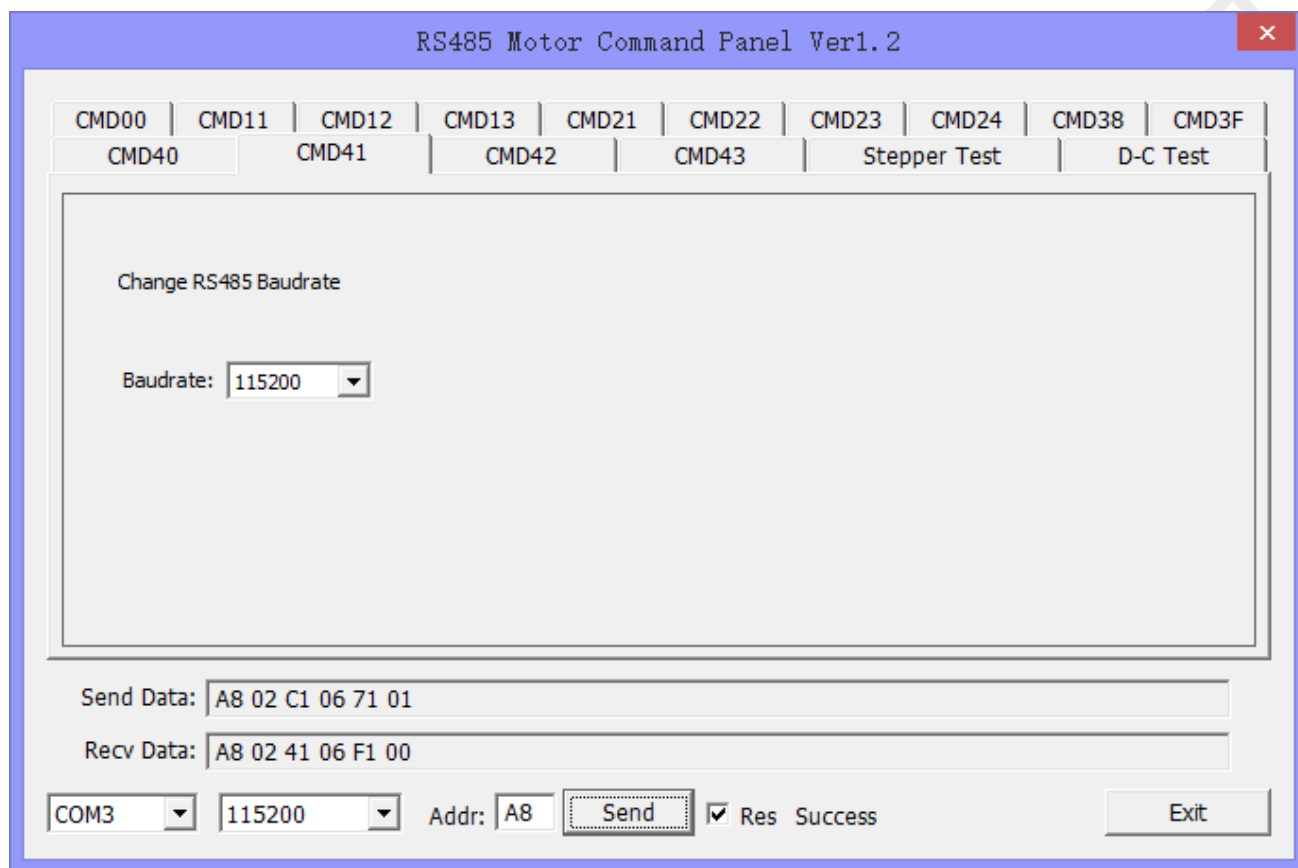

图 3-4
4. 如果要改变控制板的通讯波特率，请按如下图 3-4 方式选择合适的波特率，更改后立即生效。